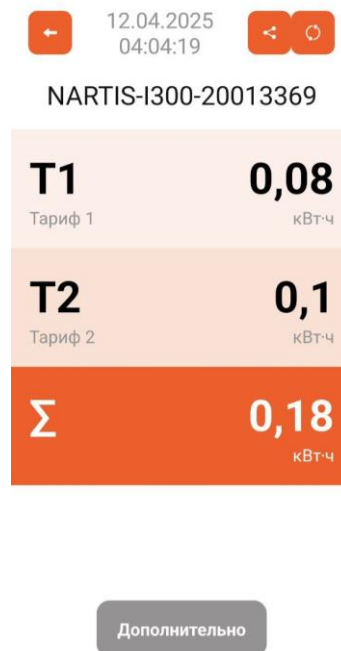

Рисунок 8 – Основной экран ПО
2.5 После подключения к ПУ на экране мобильного устройства появится основной экран ПО, на котором отображаются актуальные данные показаний ПУ по тарифам и значение суммарной потребленной энергии (рисунок 8).